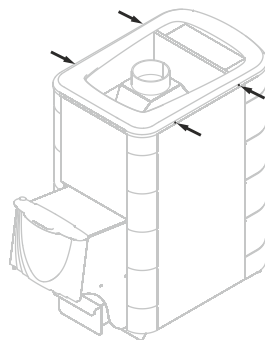

Рисунок 11. Саморезы для демонтажа рамки конвектора печи «Компакт 2013 Б»
2. Снять рамку конвектора, открутив 4 самореза (рисунок 11).